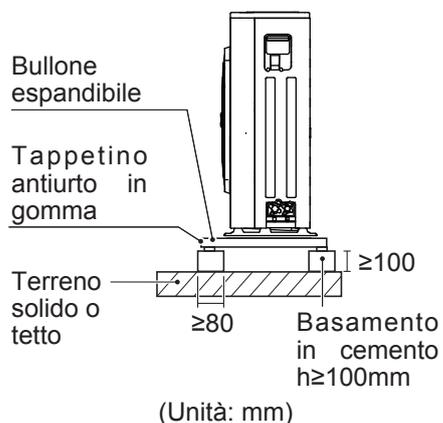

Fig: 6-3
- Se l'acqua non si scarica facilmente dall'unità, montare l'unità su una fondazione di blocchi di cemento, ecc. (L'altezza della fondazione dovrebbe essere di circa 100 mm. (In Fig: 6-3)